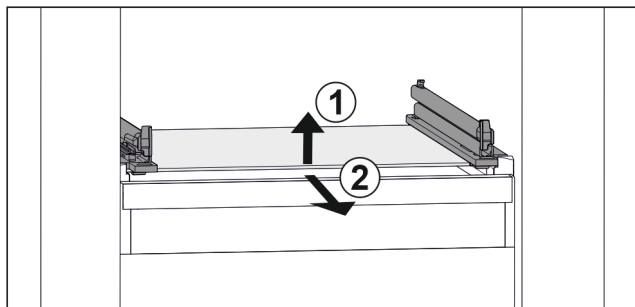

Fig. 118 Vejledende visning af glaspladen
- ▶ Løft glaspladen foran. Fig. 118 (1)
- ▶ Tag glaspladen ud fremefter. Fig. 118 (2)